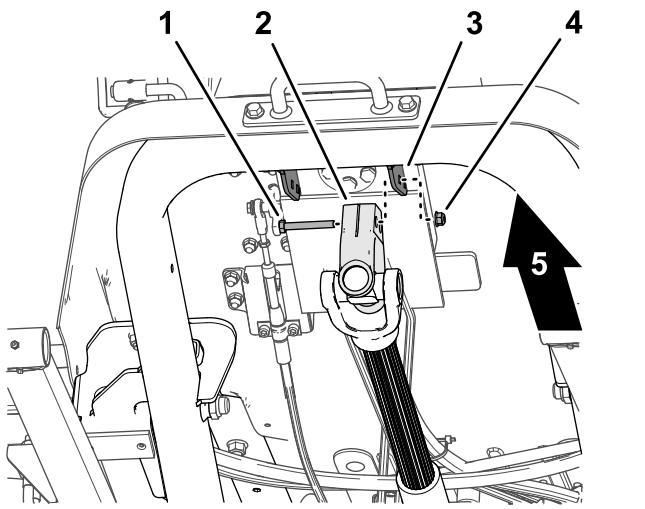

図 14
1. 駆動シャフトを支えながら、駆動シャフトのヨークをステアリングバルブマウントブラケット図 14に固定しているキャップスクリュとロックナットを外し、駆動シャフトを慎重に外す。